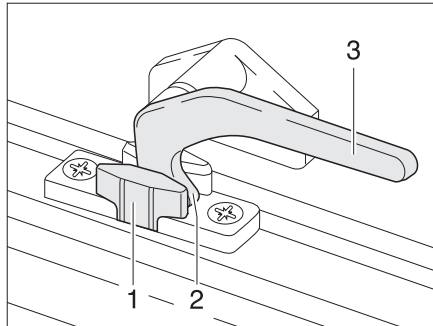

Bild 74 Låsarm i läget "kontinuerlig vädring"
- I läget "kontinuerlig vädring" (Bild 74)
- Sväng låsarmen (Bild 74,3) ett kvarts varv mot fönstrets mitt.
- Sväng låsarmen ett kvarts varv mot fönsterkarmen. Därvid måste låsspaken (Bild 74,2) föras in i spåret på fönsterlåset (Bild 74,1).